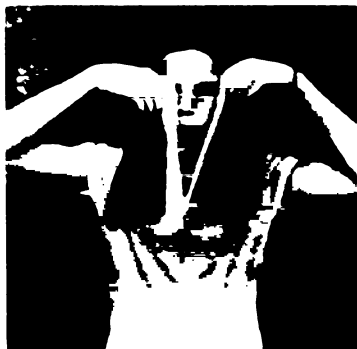

Рис. 13.11.
5. Если держать на весу две полоски бумаги в нескольких сантиметрах друг от друга (рис. 13.11) и подуть между ними, то как будут